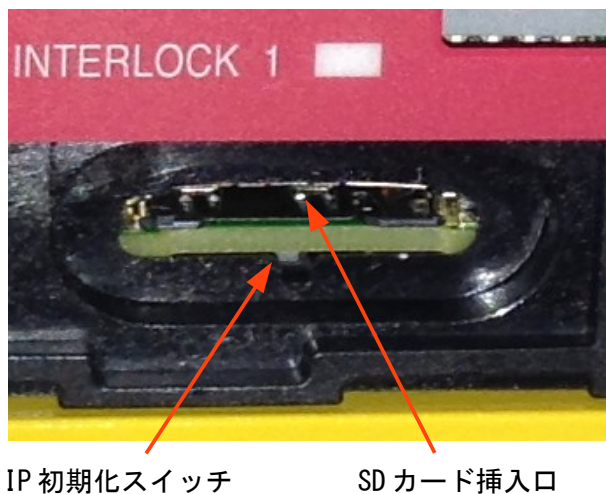

図 3-28 IP 初期化スイッチ
- IP初期化スイッチの小穴に入る細くて丈夫な棒を準備してください。IP初期化スイッチの小穴はSDカード挿入口の直ぐ下にあります。(図 3-28参照)